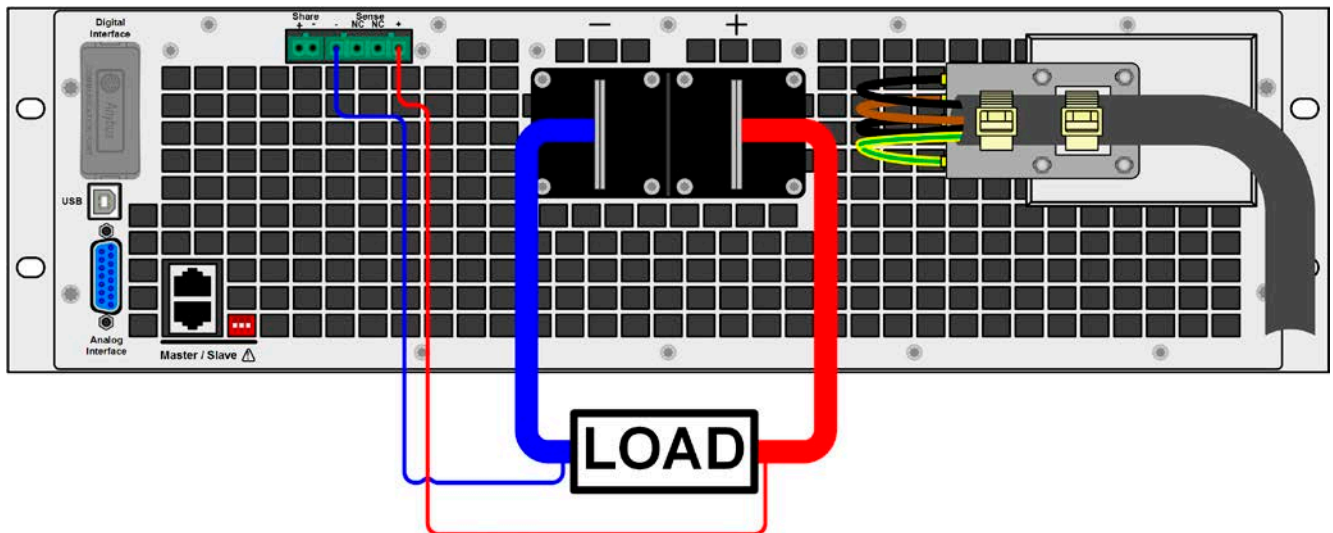

Imagen 10 - Ejemplo para cableado de detección remota con carga en modo fuente (el modo sumidero se conectará exactamente igual)
- La detección remota es solo eficaz durante un funcionamiento de tensión constante (VC) y para otros modos de regulación, la entrada de detección se debe desconectar en la medida de lo posible porque conectarla generalmente incrementa la tendencia a la oscilación
- Los cables de detección + deben conectarse a los contactos + de la carga/fuente y los cables de detección - a los - de la carga/fuente ya que, de lo contrario, la entrada de detección podría resultar dañada. Véase un ejemplo a continuación Imagen 10.